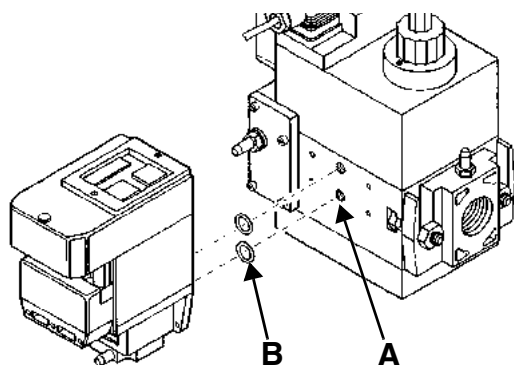
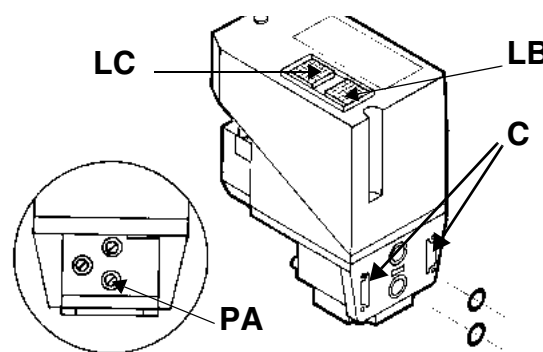

Рис. 17
Рис. 18
- 2). снять крепежные винты группы Multibloc (Рис. 17-А)
- 3). вставить уплотнительные кольца (10,5x2,25) в VPS 504 (Рис. 18-В, Рис. 17-В)
- 4). закрутить 4 винта блока контроля герметичности (M4x16) Рис. 17-С.
Для проверки работы, подсоединить манометр к штуцеру для отбора давления **PA** (Рис. 18). Если проверка завершилась положительно, через несколько секунд загорится жёлтая лампочка **LC**. В противном случае загорится красная лампочка блокировки **LB**. Чтобы перезапустить горелку, необходимо разблокировать блок управления нажатием на светящуюся кнопку **LB**.